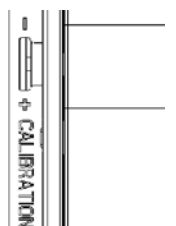

Figure 3 / Figure 3 / Figura 3
- Dimmer may require adjustment to the low end setting to reliably start and/or remove flickering in bulbs. To adjust, DISCONNECT POWER FROM CIRCUIT, and remove the Wallplate. Use a small insulated, flat tipped screwdriver to adjust the trim pot wheel, which is accessible via the slot (marked "CALIBRATION") provided on the strap (Figure 3). Turn the wheel **downwards to increase** the minimum light intensity setting and turn the wheel **upwards to decrease** light intensity. Next, install the Wallplate, restore the power and test. Repeat above as necessary.
- Le gradateur peut avoir à être réglé aux faibles intensités pour que certaines lampes s'allument correctement et/ou ne clignotent pas. Pour cela, COUPER L'ALIMENTATION DU CIRCUIT et retirer la plaque murale. Utiliser un petit tournevis plat isolé pour régler le potentiomètre qui est accessible à travers la fente (« CALIBRATION ») située sur la bande (Figure 3). Tourner la molette **vers le bas pour augmenter** le réglage de l'intensité lumineuse minimale et tourner la molette **vers le haut pour réduire** l'intensité lumineuse. Ensuite, remonter la plaque murale, remettre sous tension et tester. Répéter les étapes ci-dessus au besoin.